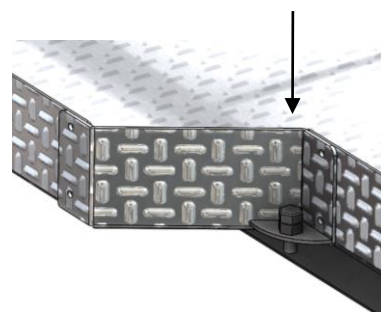

Рис.3
7. Отрегулировать резиновые упоры (вывернуть или завернуть рукой) таким образом, чтобы они упирались в закрытый задний борт грузового отсека. Ввернуть болты-ограничители. (рис.3). Закрыть задний борт. **ВНИМАНИЕ! Запрещена эксплуатация платформы с открытым задним бортом!**